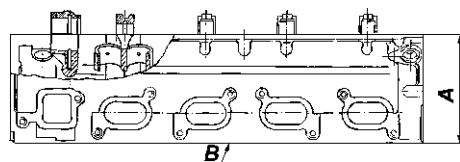

Рис. 4.42. Проверка неплоскости головки цилиндров
- неплоскость поверхности "В" (рис. 4.42) с блоком цилиндров. Допустимый зазор 0,15 мм. Зазор измеряется на контрольной плите с помощью щупа. При устранении неплоскости размер "А" должен быть не менее 142,7 мм.